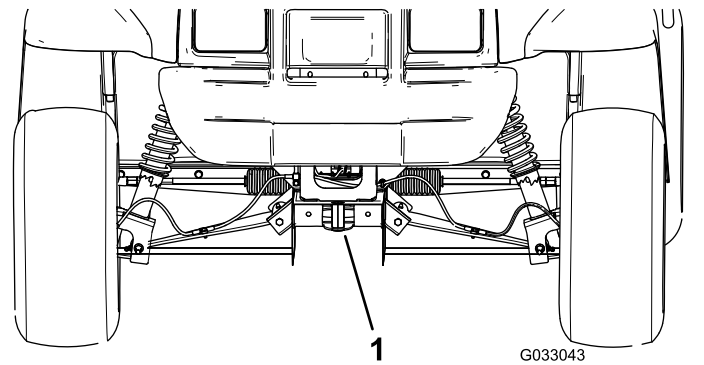
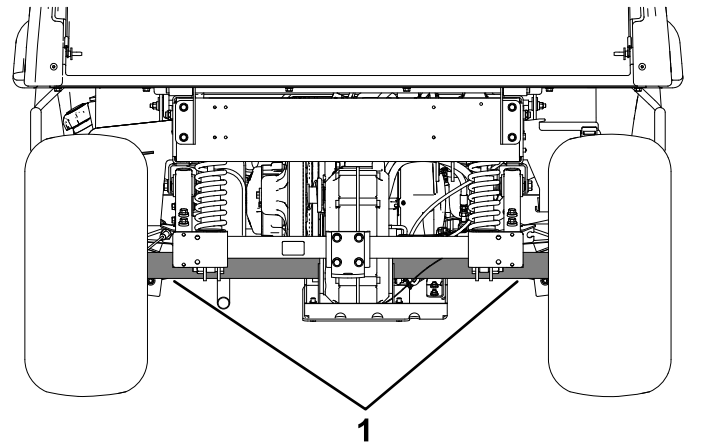

Figura 16
Figura 17
Consulte en Figura 16 y Figura 17 la ubicación de los puntos de amarre de la máquina.
2. Conecte un cable de remolque al punto de remolque, en la parte delantera del bastidor de la máquina (Figura 16).